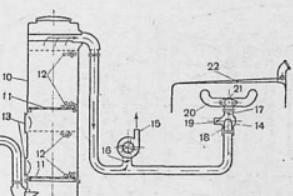

Рис. 2. Схема газогенераторной установки НАТИ Г-14
На рис. 2 дана схема газогенераторной установки НАТИ Г-14, состоящей из газогенератора 1 работающего по опрокинутому процессу газификации, батареи горизонтальных охладителей-очистителей 9, тонкого очистителя 10, смесителя газа с воздухом 11, системы трубопроводов, соединяющих между собой отдельные части установки, и вентилятора 15 для розжига топлива в
Корпус газогенератора изготовлен из листовой стали толщиной 1,8 мм. В нижней части корпуса имеются два люка 7 и 8 (рис. 2). Первый служит для чистки восстановительной зоны (ольниковый люк), второй — для заполнения ее древесным углем.
В средней части камеры горения по окружности, на одинаковом расстоянии друг от друга, расположено десять отверстий с резьбой, в которых ввертываются фурмы 5 (рис. 2), изготовленные из хромо-никелевой стали. Вокруг пояса фурмовых отверстий имеется колыбельобразное пространство. Из него воздух через фурмы подается внутрь камеры горения 4.
После чистки газогенератор должен быть подготовлен к пуску. Для этого нижняя часть газогенератора, так называемая восстановительная зона, через люки 7 и 8 (рис. 2) загружается хорошо выжженным древесным углем, желательно твердых пород, влажностью не выше 12% абс., при размере кусков в 30—45 мм. Уголь засыпается и в камеру горения 4 через загрузочный люк 3. Уровень его как в камере горения, так и в восстановительной зоне должен быть на 150—200 мм выше фурменных отверстий 5.
**ПРОЦЕСС ОБРАЗОВАНИЯ ГАЗА.** Процесс горения топлива происходит в камере горения. Воздух поступает сюда через воздушный клапан 6 и фурменные отверстия 5 (рис. 2). Над камерой горения находится барабан сухой перегонки, а в верхней части бункера 2 зона подсушки. Зона восстановления расположена в нижней части газогенератора и занимает пространство, ограничиваемое с наружной стороны корпусом газогенератора 1, а с внутренней — камерой горения 4.
В корпус охладителя-очистителя вставляется выдвижная батарея пластин, смонтированных на четырех стержнях и отделенных друг от друга распорными трубками (рис. 2).
Для упрощения и облегчения смазки, я предлагаю повернуть фланец сферического шарнира карданной трубы на 90° (рис. 2). Фланец привертывается четырьмя шпильками и может быть закреплен в любом положении. После поворота фланца масленка оказывается обращенной вверх под некоторым углом к вертикали.
Чтобы облегчить доступ к масленке нужно сделать в полу кузова отверстие для пропуска наконечника шприцы, как указано на рис. 2 и 3. Отверстие может закрываться железной крышкой, поворачиваемой вокруг заклепки. Это предохранит кузов от проникновения грязи и пыли.